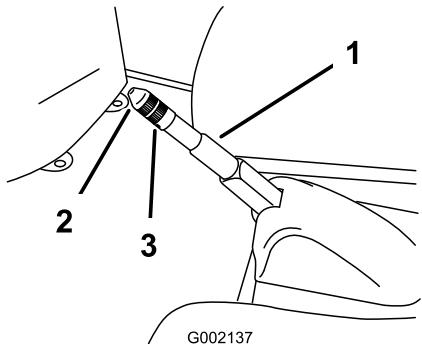

Figura 47
2. Desaperte o parafuso de afinação que fixa o manípulo à alavanca do travão de mão (Figura 47).